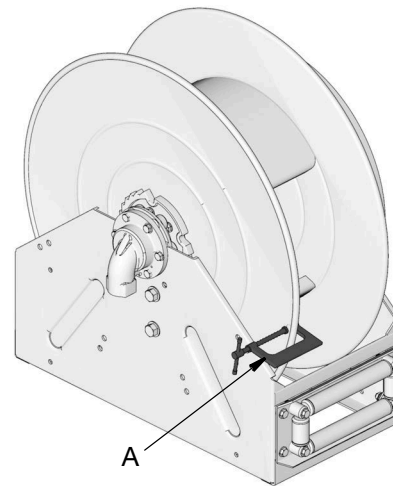

FIG. 10
- Fissare saldamente un morsetto a C (A) al rocchetto della bobina come mostrato in FIG. 10 per evitare che la bobina si sblocchi accidentalmente e giri liberamente.